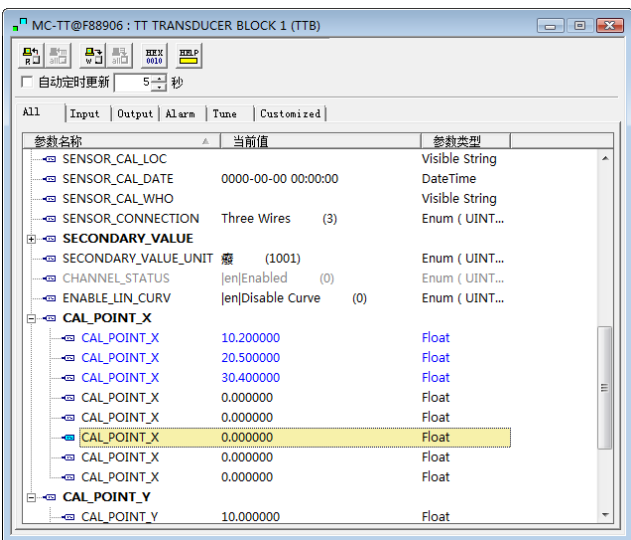

图 4.5 参数 CAL_POINT_X 的配置
- 2) 通过标准源输入标准信号, 并在组态软件上打开相应的变换块, 分别读取参数 PRIMARY_VALUE 的值, 将该值写入 CAL_POINT_X 数组。例如将读到的 10.2, 20.5, 30.4 分别写在 CAL_POINT_X 数组里, 如图 4.5 所示。到此校准工作结束。
在默认的情况下, 智能温度变送器显示屏显示第 1 通道变换块的 PRIMARY_VALUE 参数值, 如图 4.5 所示。如果用户需要显示其他功能块参数信息, 可按如下方法配置 (X 代表 1、2、3、4, 总共有四组参数, 每一组可以作不同配置。智能温度变送器可以循环显示四组不同参数信息)。如参数配置有误, 智能温度变送器显示屏只会显示 CONFIG_ERR。在正确配置以前先将显示块的模态写成 OOS, 待配置好参数以后再写成 AUTO。这样配置才能生效。